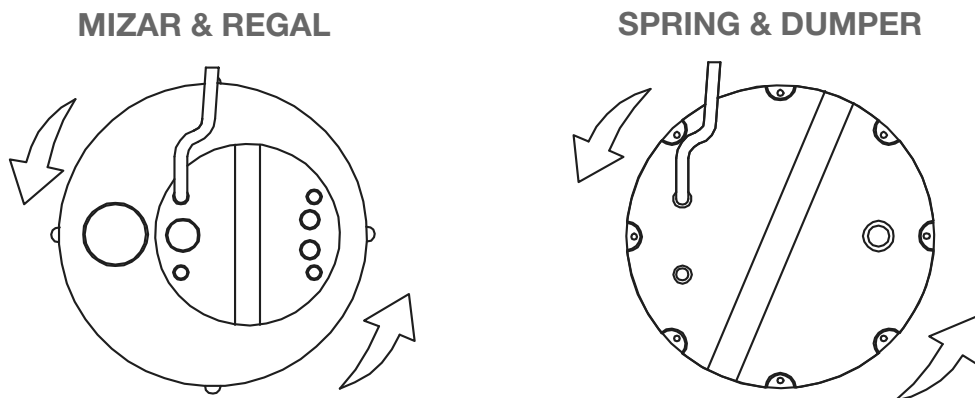

Fig. 2
3. Osservare attentamente il contraccollo all'avviamento, guardando l'elettropompa dall'alto. Se il senso di rotazione è giusto, la calotta superiore si muoverà in senso orario come indicano le frecce nel disegno (FIG.2)